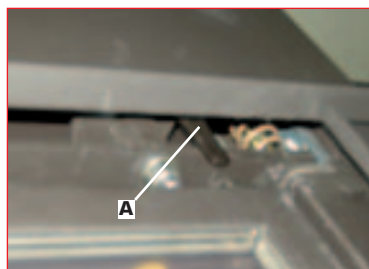

Figura 1 : leva di fermo sbloccata
Lo sportello adesso può essere aperto e pulito. Una volta terminata la pulizia, fissate nuovamente il bloccaggio (B) e sbloccate la leva di fermo (A figura 1) Qualora sul vetro sia presente solo una leggera patina di sporco, pulitelo quando è ancora caldo con un panno asciutto.